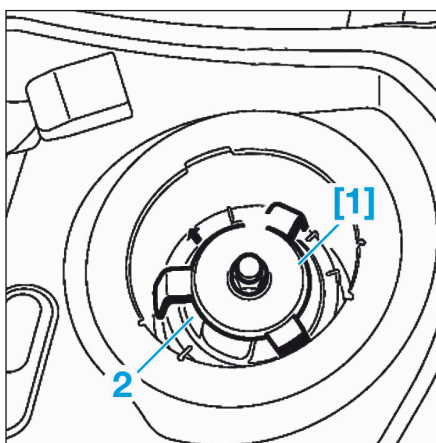

FIG.23
[1]. Clé à griffes (référence : Mot. 1397) (Fig.23).
- Déposer la bague-écrou (2) de l'ensemble pompe/jauge/filtre à l'aide l'outil [1] (Fig.23).